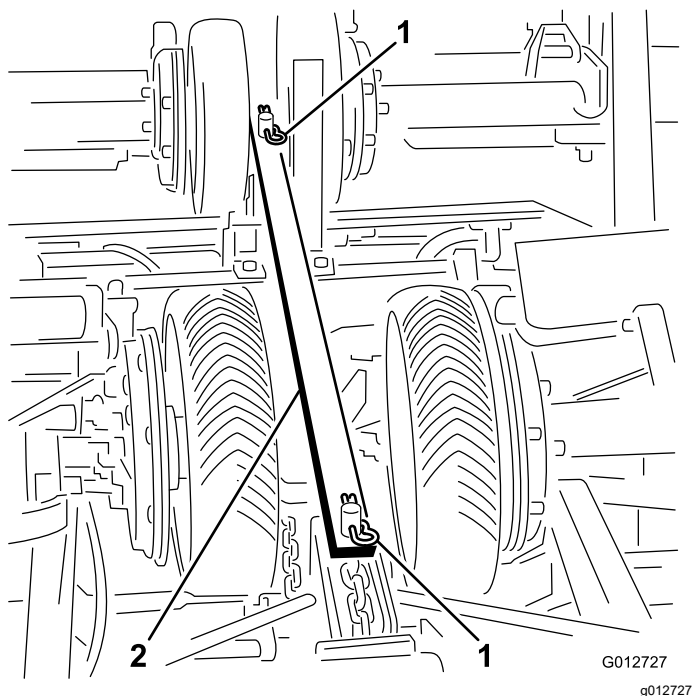
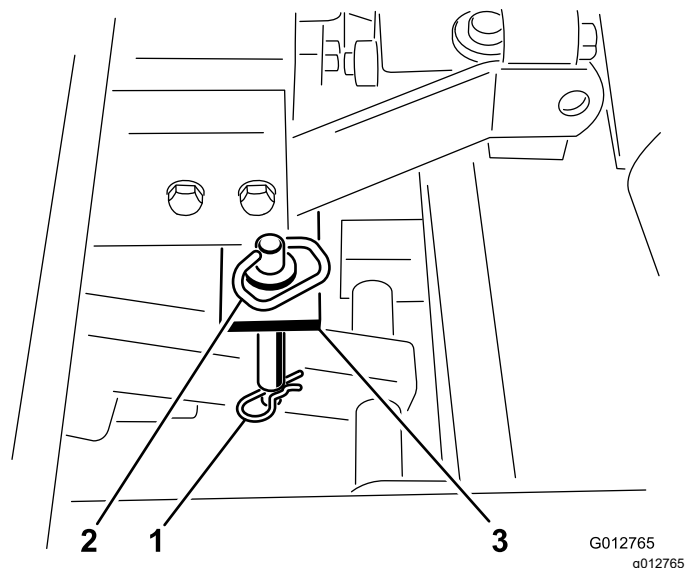

图 19
图 21
1. 卸下将运输箍带固定到中心机架槽的发卡销然后提起箍带 图 19。
3. 卸下将锁定销固定到中央气瓶架的发卡销 图 21。
5. 在准备继续剪草时应从提升臂上取下运输箍带。存放在中央机架槽上并用发卡销固定图 19。卸下固定在锁定支架上的锁定销并用发卡销将其固定到气瓶架上图 21。